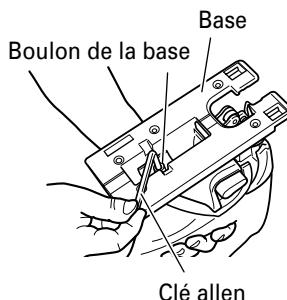

Fig. 16
- (1) Desserrer le boulon de la base avec la clé allen fixée à la base. (Fig. 16)
- (1) Desserrez le boulon de la base avec la clé allen fixée à la base. (Fig. 16, 17)
- (3) Resserrer le boulon M5. (Fig. 16)
- (4) Régler la position orbitale sur "0".
- (1) Retirer la clé allen de la base.
- (2) Déplacer la base à fond vers l'avant. (Fig. 16, 17)
- (3) Fixer le couvercle d'éclats.